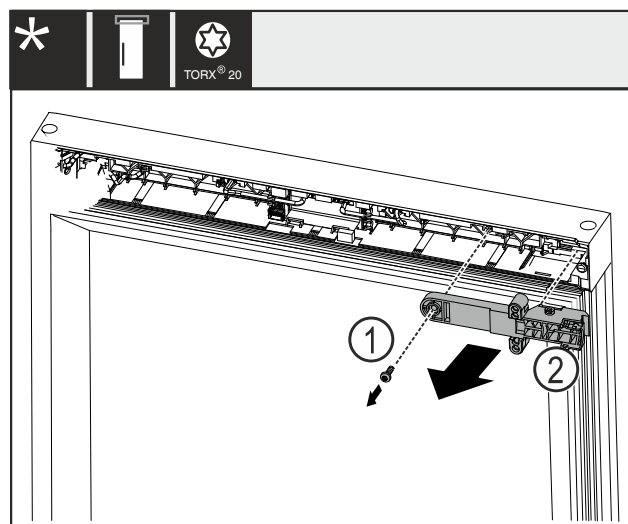

Fig. 22
- Retirer la vis Fig. 22 (1).
- Retirer la pièce de maintien du verrou Fig. 22 (2).